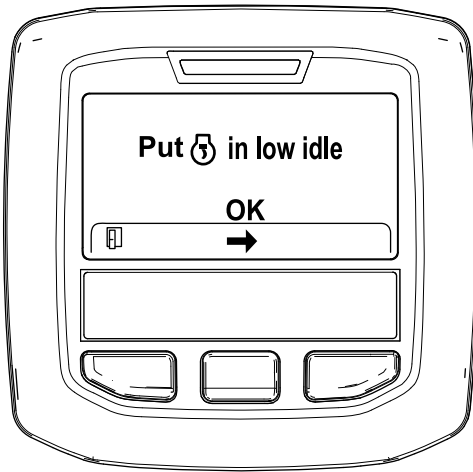

Figure 43
6. Placez la commande d'accélérateur en position de RALENTI et appuyez sur le bouton central (Figure 43).